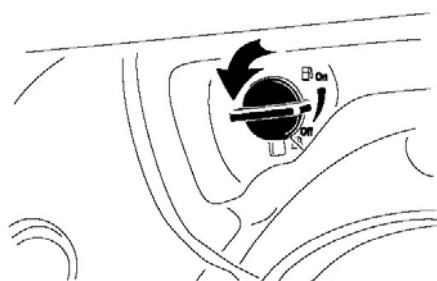

Рисунок 19.
2. Поверните клапан подачи топлива на 1/4 против часовой стрелки, чтобы открыть его (Рис. 19).